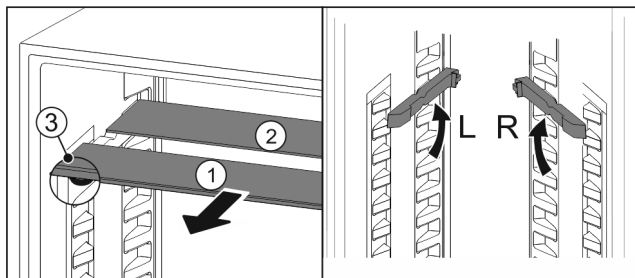

Fig. 27
- ▶ Издърпайте Fig. 27 (1) поотделно с тъклените плочи напред.
- ▷ Стъклената плоча Fig. 27 (1) с декоративната лайсна е отпред.
- ▷ Ограничителите Fig. 27 (3) сочат надолу.